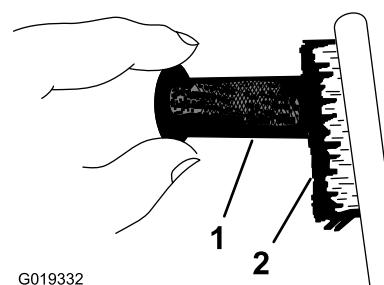

Figure 40
- Avec une brosse, décalaminez la grille du pare-étincelles avec précaution (Figure 40).